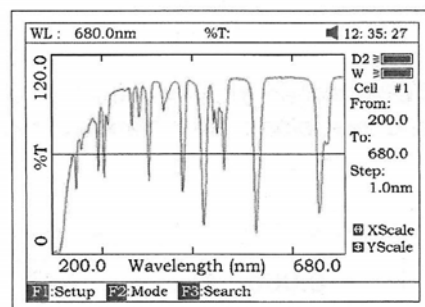

Fig 14
1. La tecla [ENTER] es presionada, el archivo seleccionado será cargado y desplegado como en la Fig 14.
- ◇ Presione la tecla [SAVE] in la Fig 14 para salvar la curva.